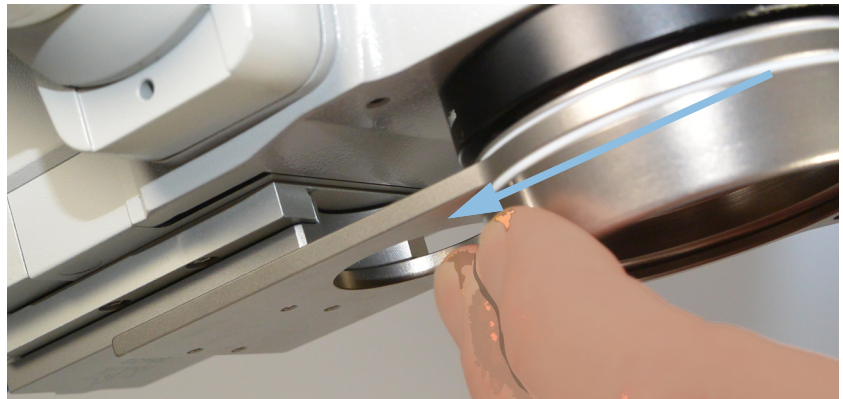

Fig. 9-11: Remoção da placa adaptadora
- Puxe a placa adaptadora para fora do suporte tipo cauda de andorinha, *Fig. 9-11, página 28.*